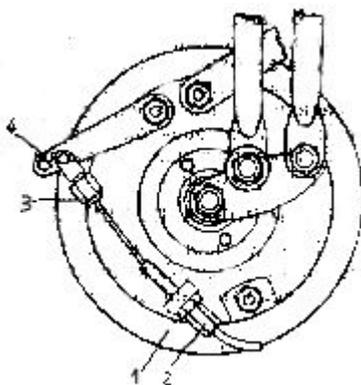

Рис. 44 Регулировка переднего тормоза:
2. Отвернуть контргайку 1 (рис. 44) регулировочного винта 2 на несколько оборотов.